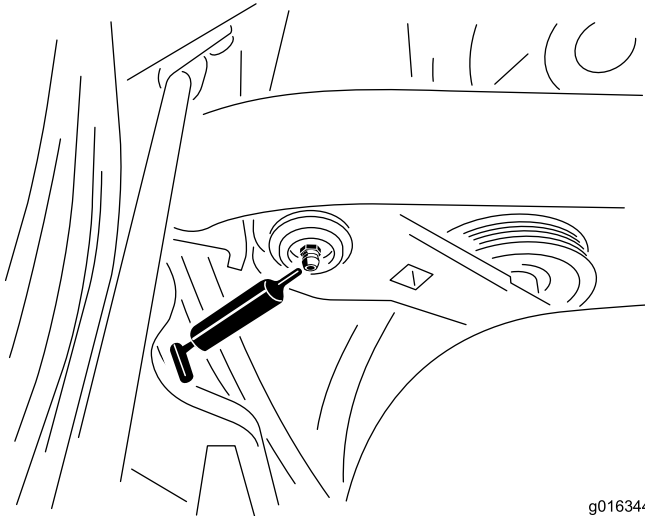

図 30
1. 異物を入れてしまわないよう、グリスニップルをきれいに拭く 図 30。